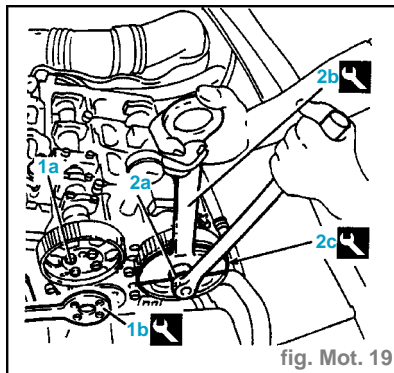
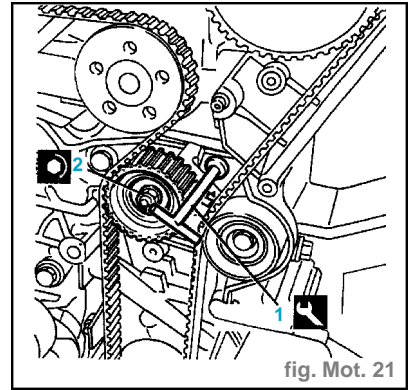

fig. Mot. 19
fig. Mot. 21
- Desserrer les vis (1a) de la poulie de conduite de commande de distribution côté admission en utilisant l'outil (1b) comme anti-couple (fig. Mot. 19).
- Appliquer la tension maximum à la courroie de commande de distribution à l'aide de la clé (1) (fig. Mot. 21).
- Serrer l'écrou du tendeur mobile de distribution au couple de 2,1 à 2,6 daN.m (2).
- Serrer au couple de 1,2 daN.m les vis (1a) de la poulie conduite de commande de distribution côté admission en utilisant comme anti-couple l'outil (1b) (fig. Mot. 19).